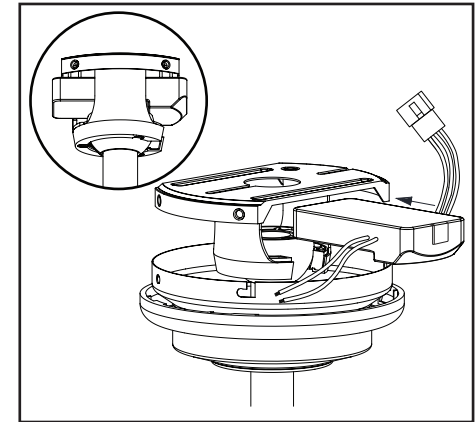

Figura 10
2. Inserta el receptor en el soporte de montaje deslizante hasta que descansa sobre el ensamblaje de tubo bajante/esfera. (Figura 10)